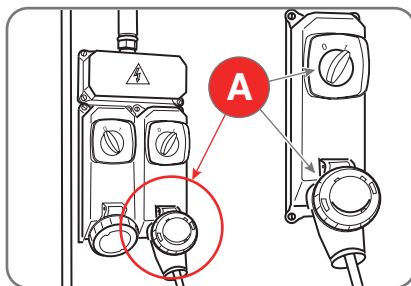

Fig. 1.15
- die Maschine über einen auf 30 mA eingestellten Fehlerstromschutzschalter separat (A - Abb.1.15) an das Stromnetz anschließen;